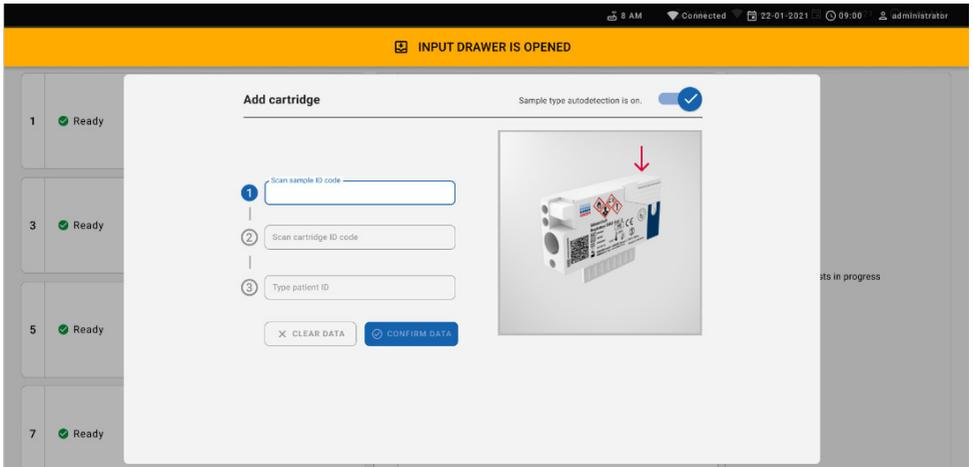

Figura 56. Pantalla Scan sample ID (Escanee del ID de la muestra).
7. Aparece el cuadro de diálogo **Add cartridge** (Añadir cartucho) y se activa el escáner de la parte frontal. Escanee el código de barras de ID de la muestra colocado en la parte superior del QIAstat-Dx Respiratory SARS-CoV-2 Panel Cartridge situado delante del instrumento (la posición se indica con la flecha; figura 56).